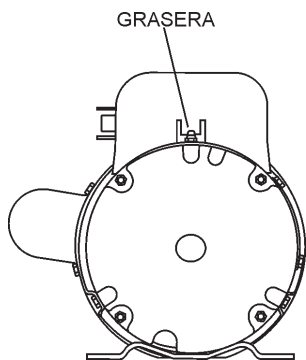

Figura 28. Graseira del motor eléctrico
1. Hay dos graseras (Figura 28) en cada extremo del motor eléctrico que necesitarán lubricación. Lubrique estas graseras **cada 16 meses**.